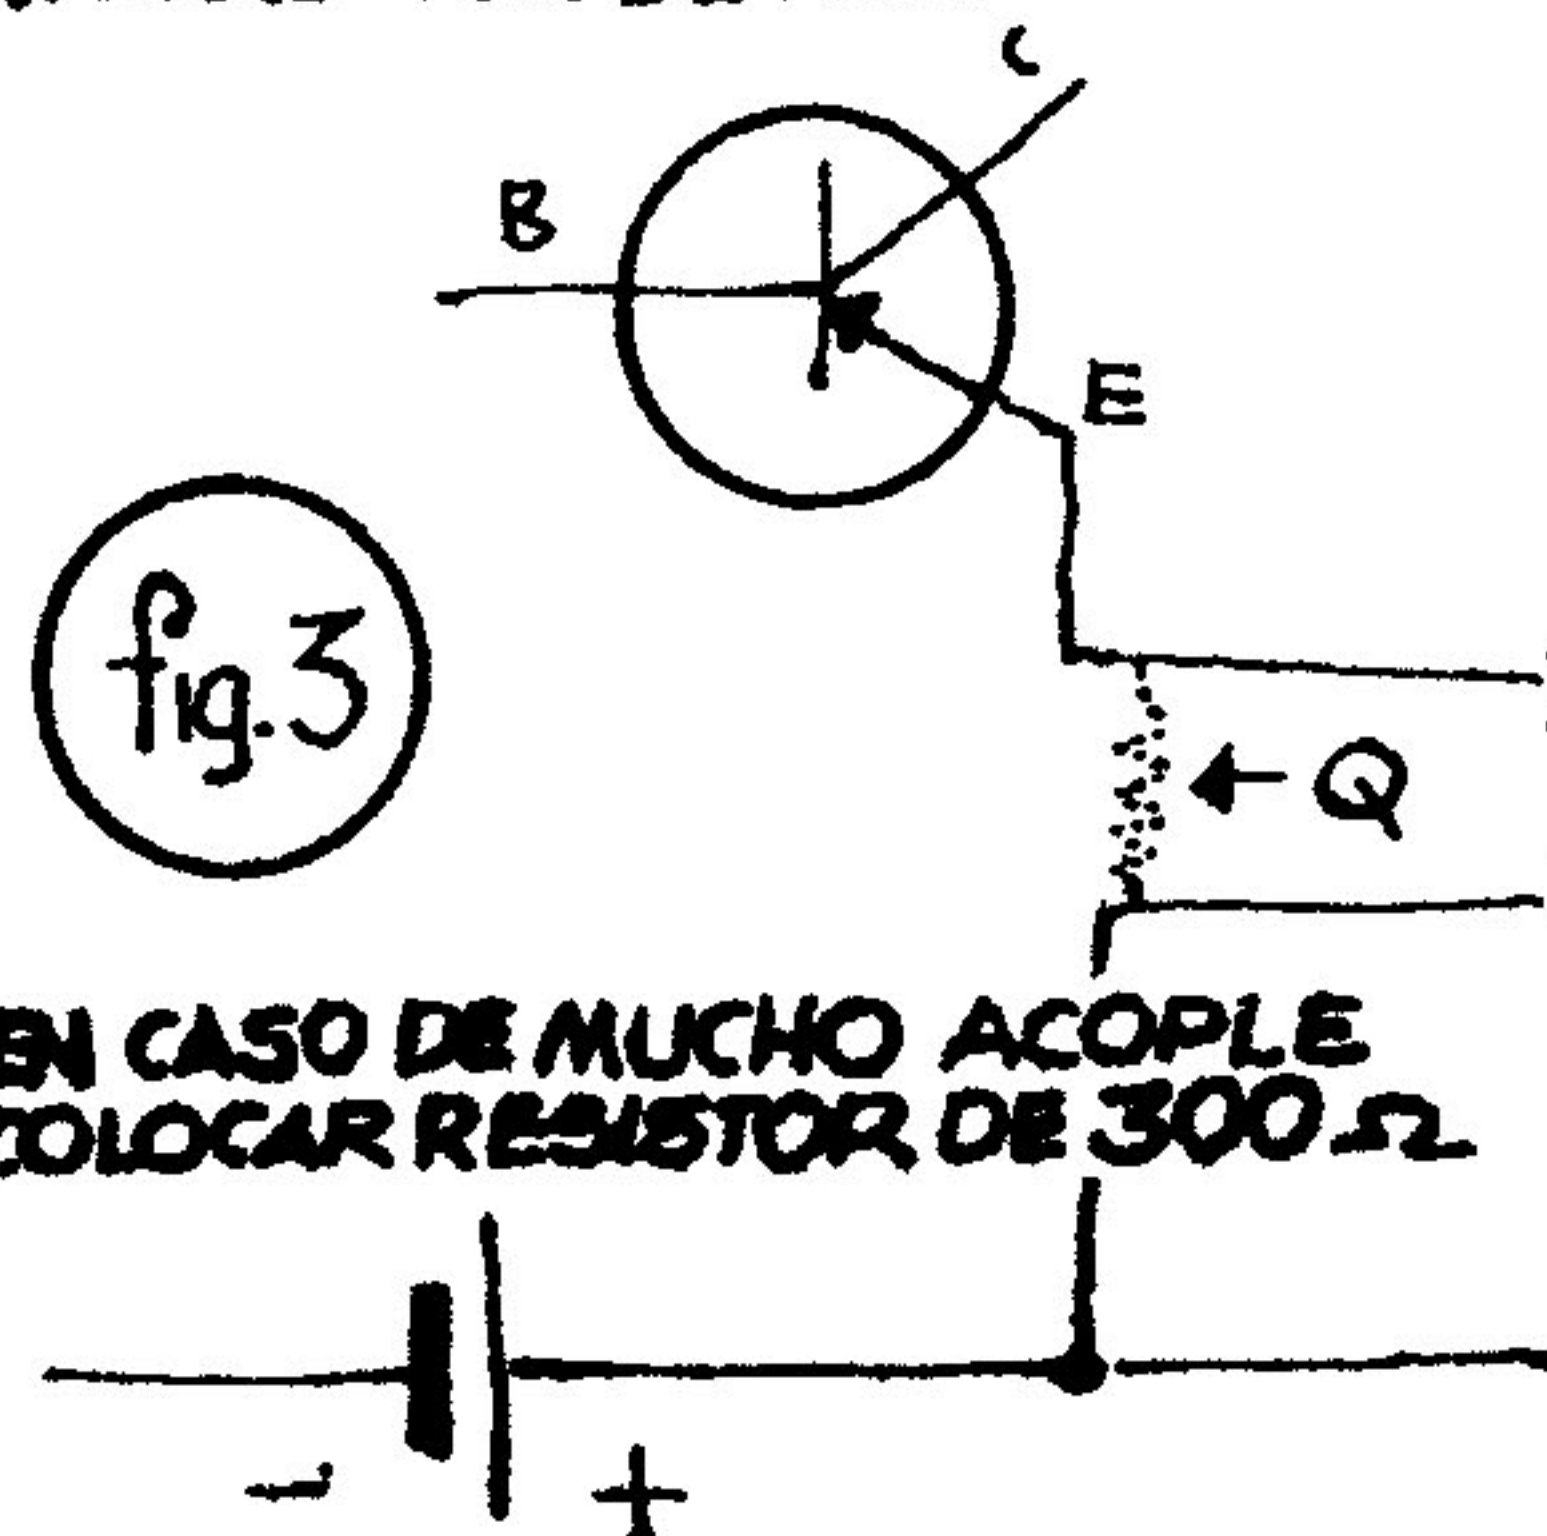

fig. 3
oscilador así como está puede funcionar muy bien para los que alinean un receptor midiendo la salida con el tester pero como yo sé que mis lectores no poseen tester, en la Fig. 1 vemos en (A) una cruz que indica que separando en ese lugar el conductor que va al emisor podemos conectar la salida del generador de audio que les di en el No. 3 de esta serie, pero para los que no lo tienen en la Fig. 3 se los repito, este oscilador puede reemplazarse por cual-